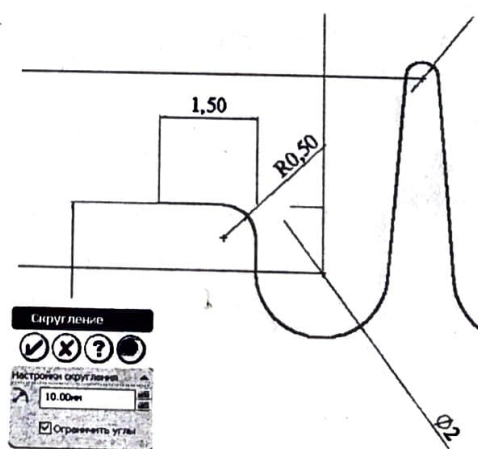

Рис. 25
12. Добавьте скругление $R=0.5$ мм (рис. 25).